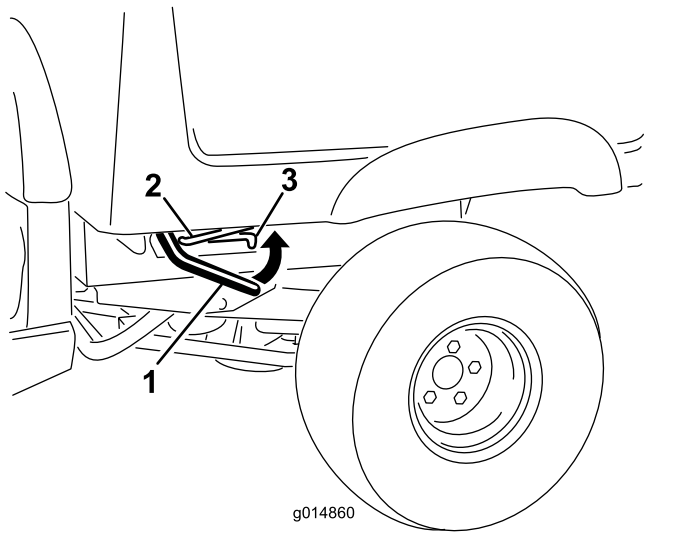

Bild 12
1. Heben Sie den Hebel an beiden Seiten der Ladepritsche an und heben Sie die Ladepritsche an (Bild 12).
1. Heben Sie den Riegel an, um die Ladepritsche etwas anzuheben (Bild 12).